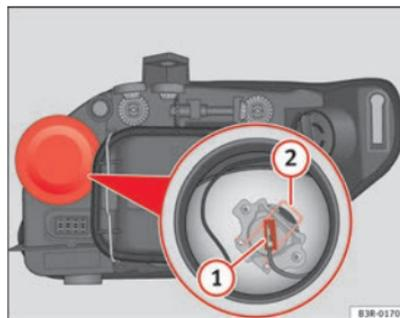

Fig. 193 Feux de route
- Retirez le connecteur → fig. 193 (1) de l'ampoule.
- Appuyez sur le ressort → fig. 193 (2) vers l'intérieur et vers la droite.